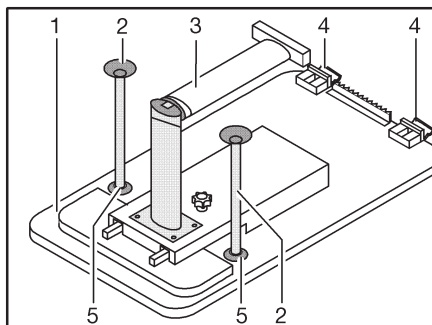

Fig. 74 Sommier de lit
- Soulever légèrement le plateau de table (Fig. 74,1) à l'avant.
- Déverrouiller le pied de table (Fig. 74,3) au niveau de l'articulation et le replier.
- Faire pivoter le plateau de table de 45° vers le haut et décrocher les fixations (Fig. 74,4) du rail de fixation supérieur.
- Suivant le modèle, enfoncer les deux pieds d'appui supplémentaires (Fig. 74,2) dans les fixations (Fig. 74,5) sur le dessous du plateau de table.